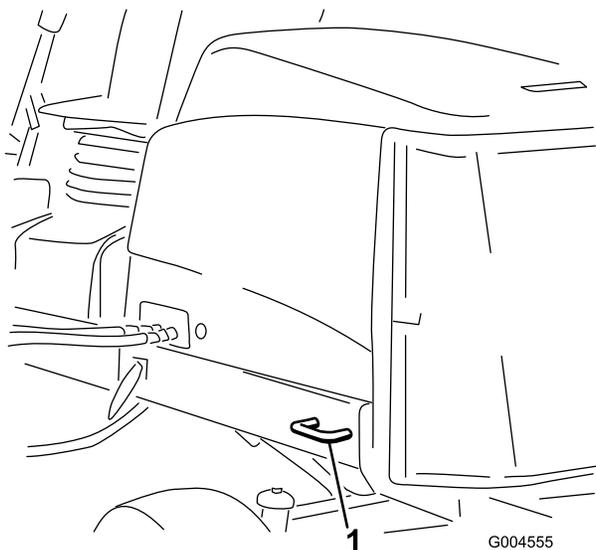

Figura 57
- **Parte trasera de la máquina** – en cada lado de la máquina, en el bastidor trasero (Figura 57).